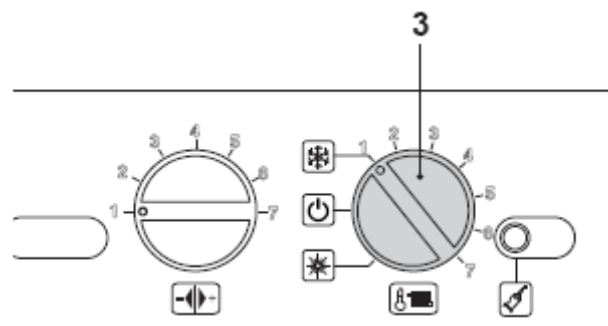

рис. 2.3
- поверните переключатель 3 как указано на рис. 2.3.